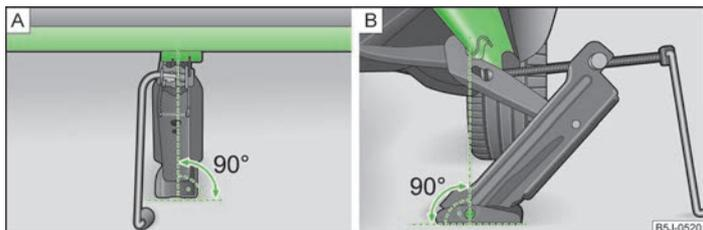

Fig. 150 Colocar el gato
- Fijar el gato de modo que la garra abarque el alma vertical » fig. 150 - B) debajo de la muesca en la superficie lateral del larguero inferior.
- Asegurarse de que la placa de base del gato esté con toda la superficie apoyada en un suelo recto y en vertical » fig. 150 respecto a la posición en la que la garra abarca el alma.